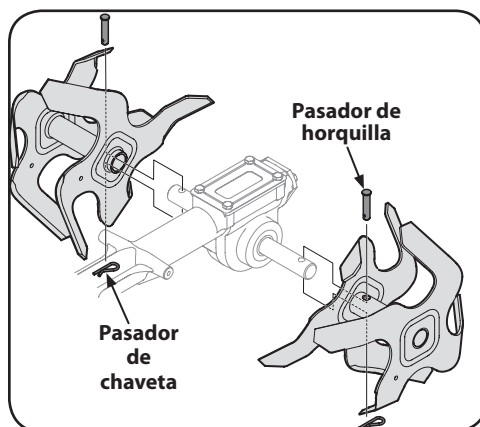

Figura 5-8
- Para retirar un conjunto de dientes, simplemente saque la chaveta de retén interna que sujeta la chaveta de horquilla como se ve en la Figura 5-8. Retire la chaveta de horquilla y deslice el conjunto hacia afuera de la unidad y lejos del eje de los dientes.